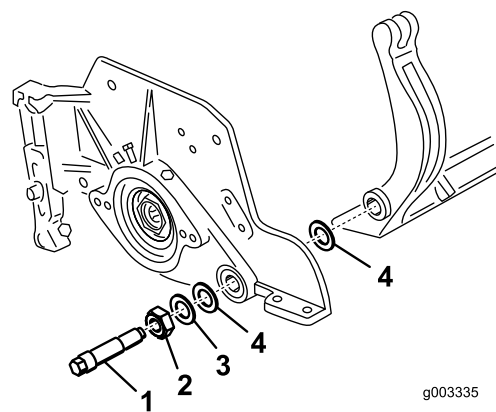

Figure 30
la rondelle en acier estampé situées de chaque côté de la barre d'appui (Figure 30).
2. Fixez la barre d'appui sur chaque plaque latérale au moyen des boulons (munis d'écrous) et des 6 rondelles. Une rondelle en nylon doit être placée de chaque côté du bossage de la plaque latérale. Placez une rondelle en acier à l'extérieur des rondelles en nylon extérieures (Figure 30). Serrez les boulons de la barre d'appui à un couple de 27 à 36 Nm.
en acier à l'extérieur de chaque rondelle en nylon (Figure 32). Serrez les boulons de la barre d'appui à un couple de 37 à 45 Nm. Serrez les contre-écrous jusqu'à ce que les rondelles d'acier extérieures cessent de tourner et que le jeu axial soit supprimé, mais ne serrez pas excessivement et ne faites pas fléchir les plaques latérales. Les rondelles peuvent présenter un espace à l'intérieur (Figure 30).